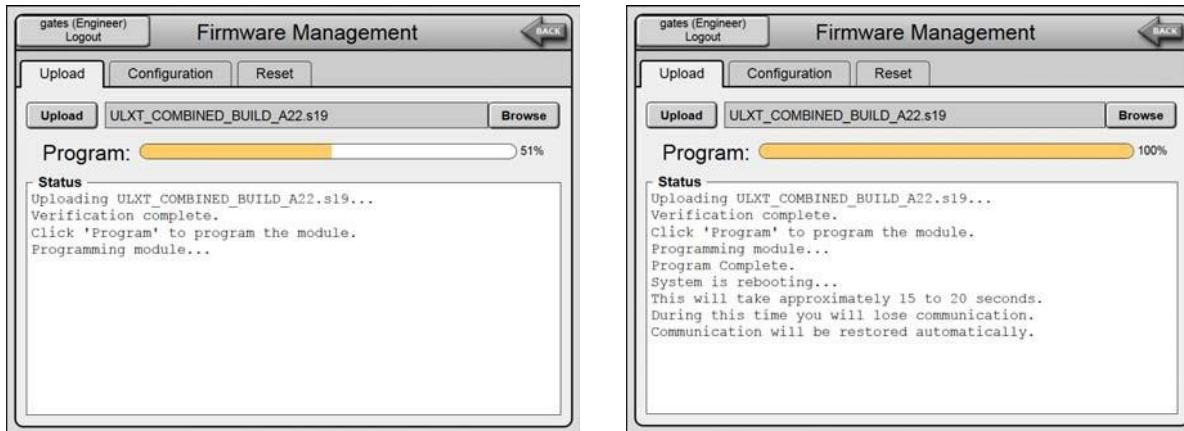

Figura 5-8 Pantalla de programación del ISP
**PASO 6** El código o archivo de configuración está ahora en la memoria del transmisor pero no ha sido programado en el microprocesador. Presione el botón PROGRAM, los mensajes "Módulo de programación", "Programación completa" y "El sistema se está reiniciando ..." se mostrarán como en la Figura 5-8.